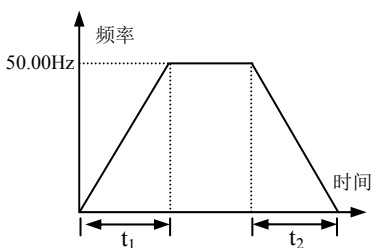

图 6-1 直线加减速
**0：直线加减速方式。**输出频率按照恒定斜率递增或递减，如图 6-1 所示。